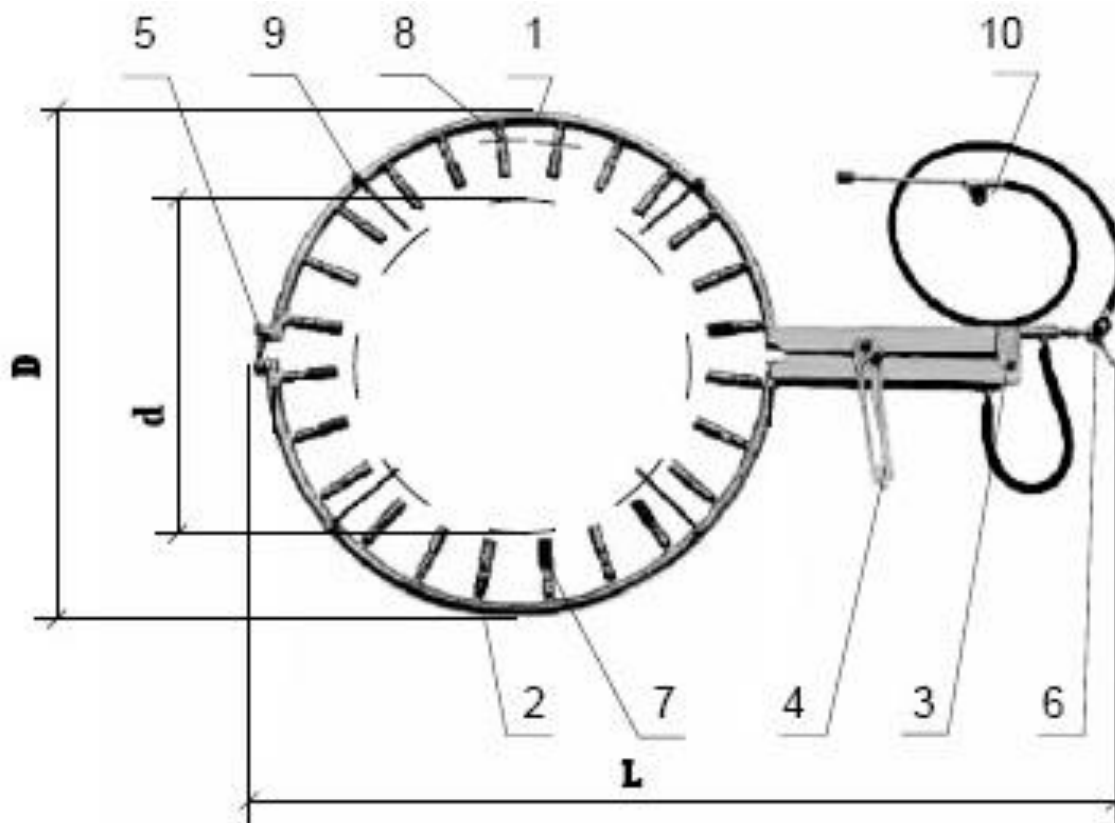

Рис.1 Горелка модель ГВ ДЖЕТ 000 470.
1.4 Пример условного обозначения горелки при заказе см. табл. 1 и рис.1:
4.2 Горелка состоит из двух полуколец 1 и 2 см. рис.1,объединенных в одно целое с помощью шарнирного механизма 3, который обеспечивает раскрытие полуколец перед монтажом, и запираение горелки на трубе при помощи запорного рычага 4 и механизма фиксации 5. Правильное расположение горелки относительно трубы обеспечивается регулируемыми упорами 9. Горелка снабжена входным вентиляем 6 и оснащена запальной горелкой 10.